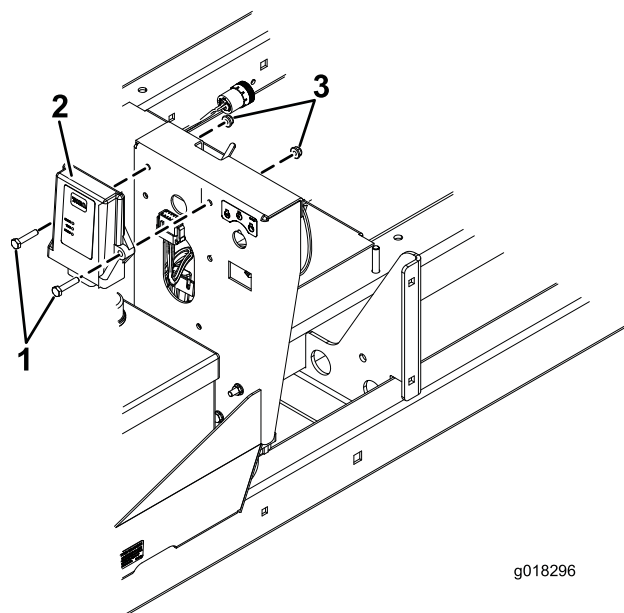

Figura 3
6. Monte el receptor nuevo en la parte delantera del bastidor con 2 tornillos de 1/4 x 1-1/4 pulgada y tuercas con arandela prensada de 1/4 pulgada (Figura 3).